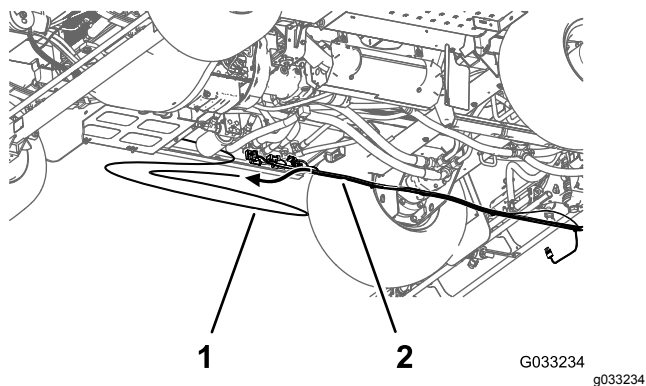

Figura 29
8. Rimuovete il tubo di rilevamento della pressione per il manometro del cruscotto dal cablaggio preassemblato posteriore proveniente dalla macchina (Figura 29).